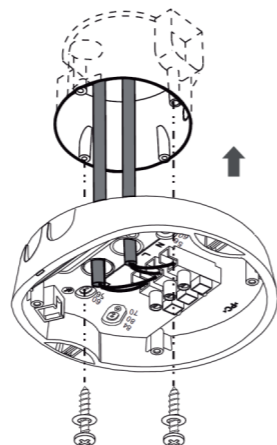

Figure 15
3.4.2.3 Choisissez la bonne distance entre les trous de fixation pour pouvoir monter la partie inférieure sur un boîtier rond encastré. (Voir figure 15).